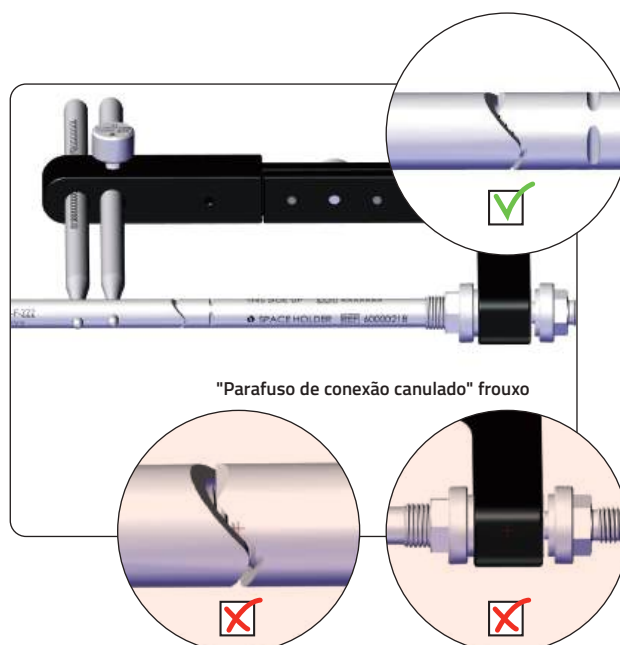

Fig. 54 Parafuso de conexão frouxo
4. O Fitbone está frouxo no "parafuso de conexão canulado". (**Fig. 54**)